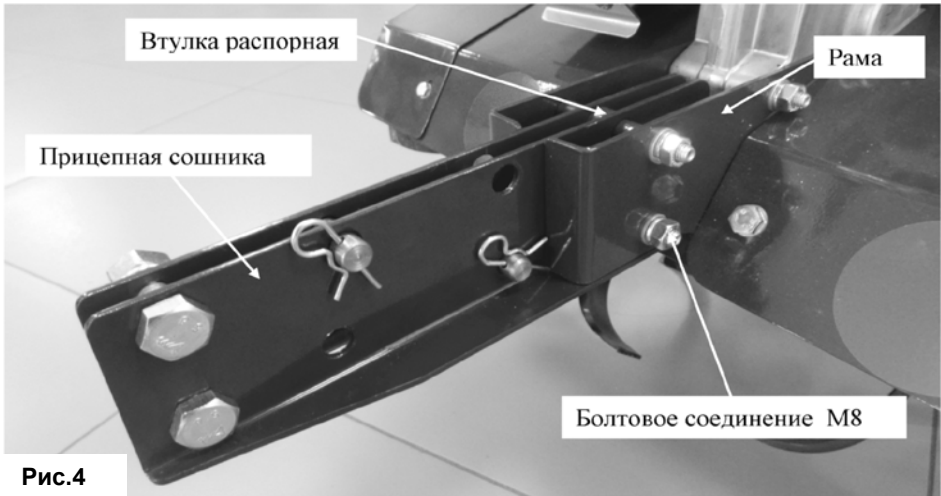

Рис.4
5. Соберите прицепную сошника и установите ее на раму посредством болтового соединения M8 (рис.4).